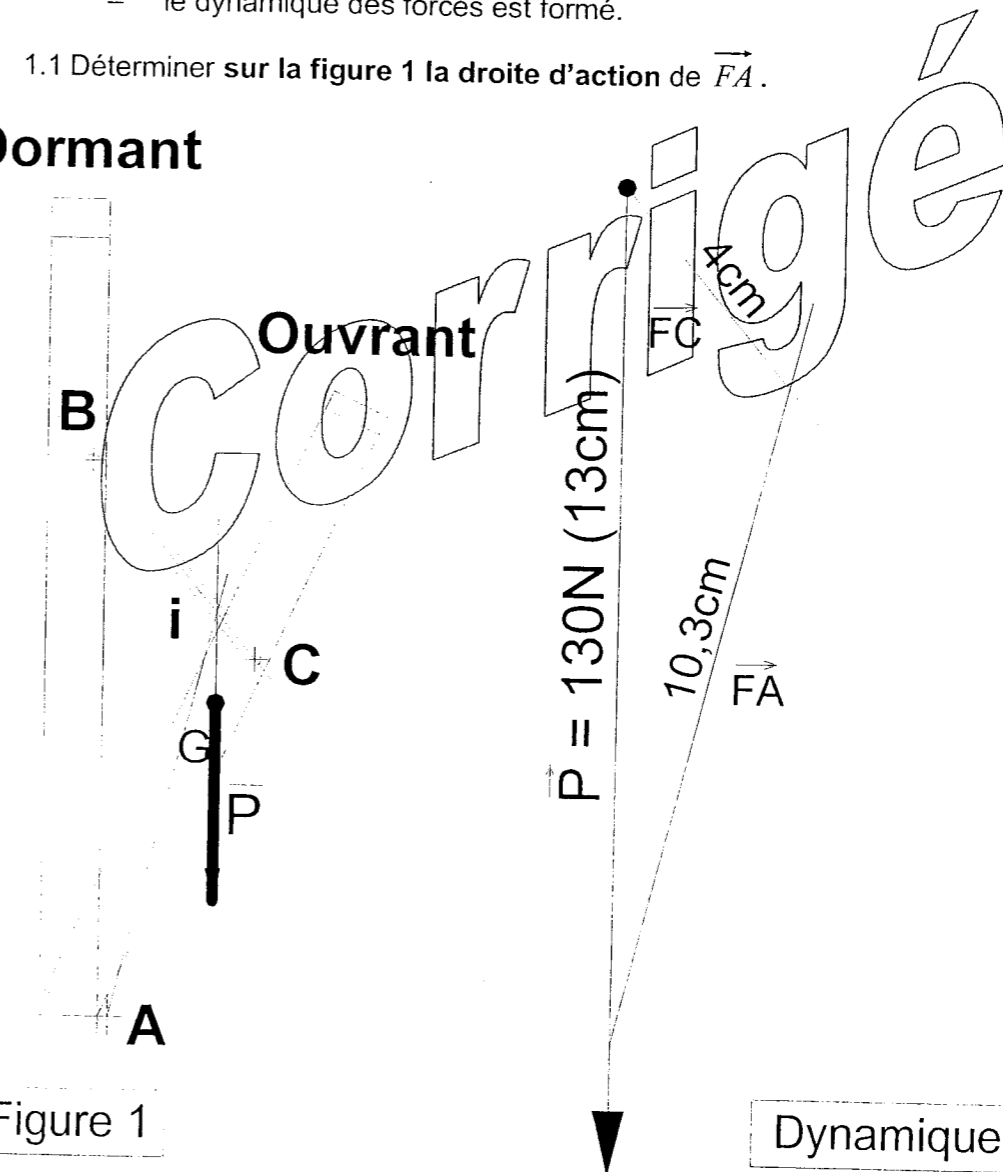

Figure 1
1.1 Déterminer sur la figure 1 la droite d'action de \vec{FA} .
1.2 Compléter le **dynamique des forces** en utilisant la droite d'action tracée sur la figure 1.